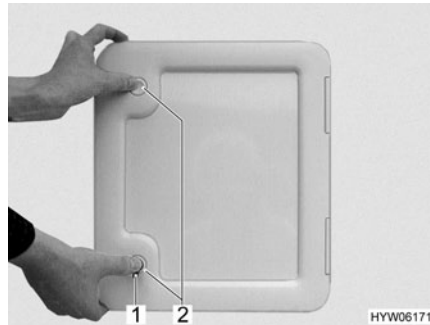

Fig. 32 Trampa para el inodoro cassette
- Introducir la llave en el cilindro de cierre del cierre a presión (Fig. 32,1) y girarla un cuarto de vuelta.
- Presionar ambos cierres a presión (Fig. 32,2) al mismo tiempo con el pulgar y abrir la trampa para el inodoro cassette.
- Introducir la llave en el cilindro de cierre (Fig. 32,1) y girarla un cuarto de vuelta.